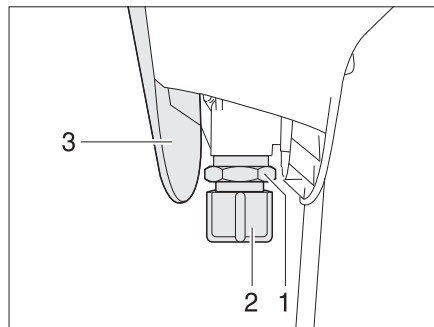

Fig. 168 Válvula del inodoro por vacío
- Quitar la tapa (Fig. 168,3).
- Destornillar el capuchón de cierre (Fig. 168,2).
- Colocar un recipiente apropiado debajo de la válvula (Fig. 168,1).